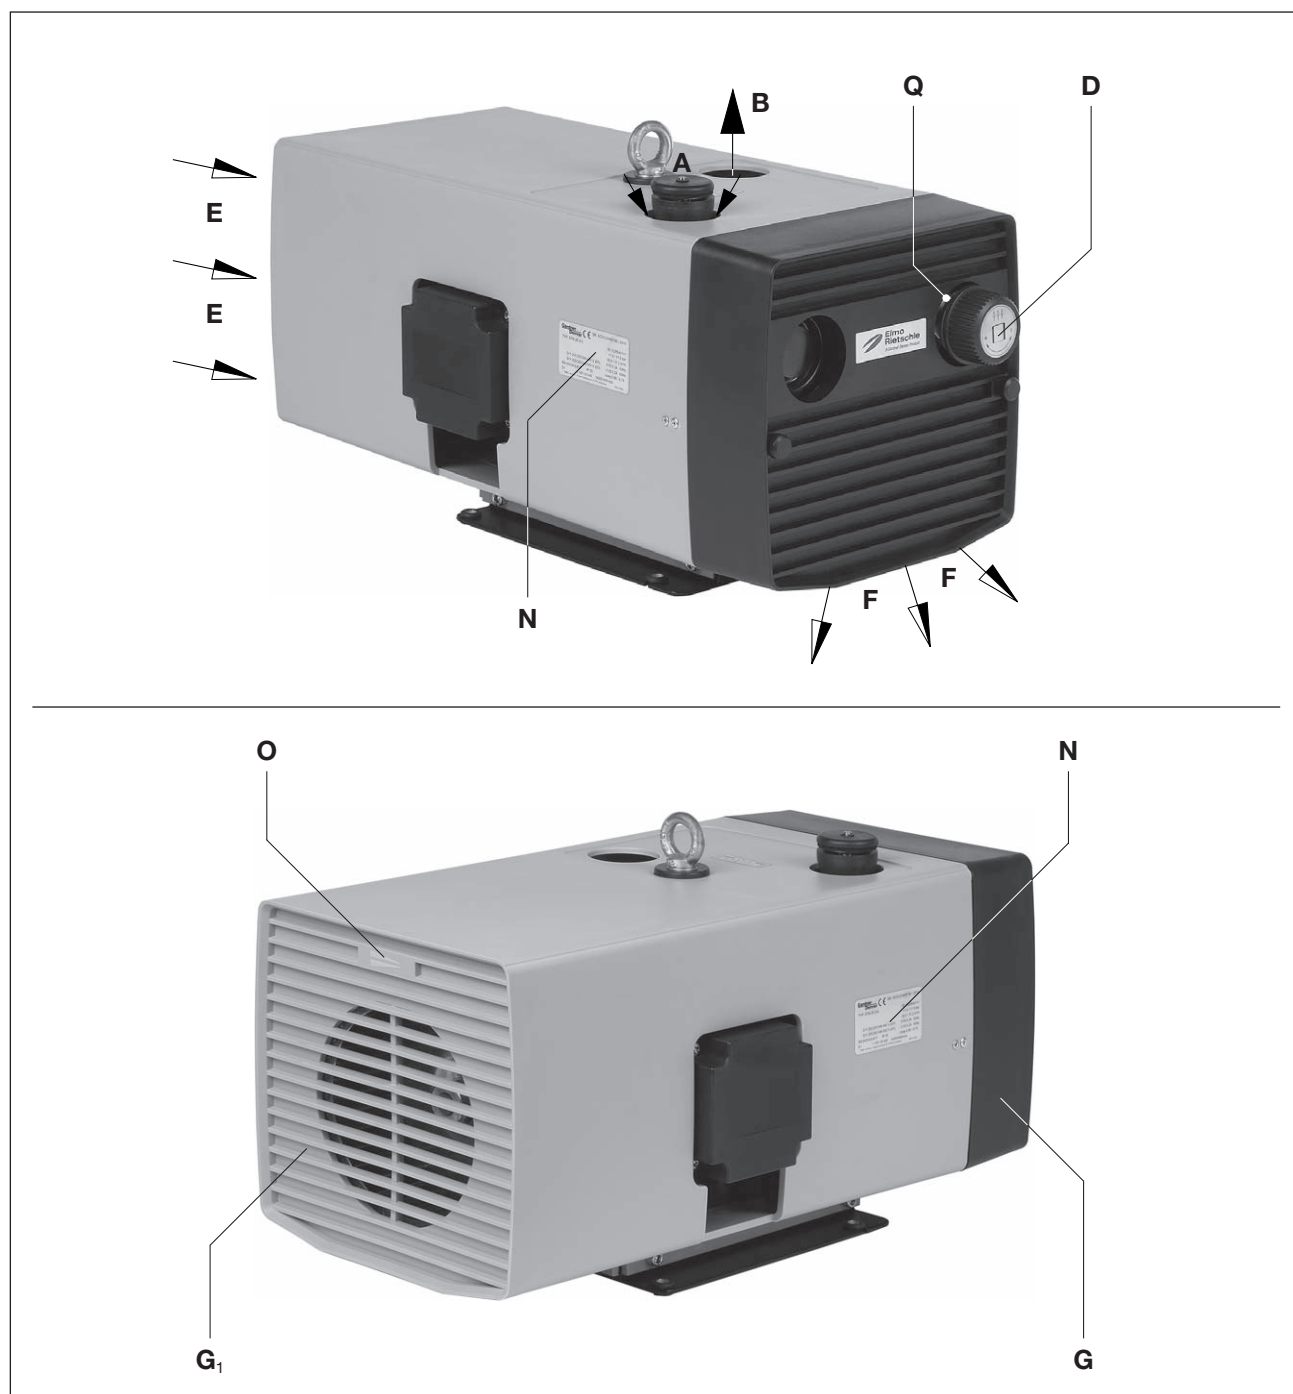

Рис. 2 Компрессор V-DTN
В моделях типоразмеров 16, 26 и 41 с более мощными двигателями сжатый воздух охлаждается при помощи охлаждающего сегмента. Двигатель и насос имеют общий вал. Клапан регулировки давления (рис. 2/D) позволяет устанавливать нужное давление, которое не должно превышать предельно допустимое значение.
Эти работающие всухую модели компрессоров с поворотной заслонкой от V-DTN 16 до V-DTN 41 предназначены для создания избыточного давления от 0 до указанного на заводской табличке (рис. 2/N) предельно допустимого значения (бар). Допускается работа в непрерывном режиме.
Для демонтажа продувочной (рис. 2/G) и заборной решетки (рис. 2/G1) требуется наличие свободного места для выполнения работ по техническому обслуживанию не менее 30 см. Кроме того, необходимо учитывать, что впускные отверстия для охлаждающего воздуха (рис. 2/E) должны находиться на расстоянии не менее 10 см от следующей стены (во избежание повторного всасывания выходящего охлаждающего воздуха).
а) Входное давление при (Рис. 2/В).
Необходимые диапазоны давления могут настраиваться с помощью регулирующего клапана (Рис. 2/D) в соответствии с установленной на ручке настройки символической табличке.
- a) Электрические параметры двигателя находятся на заводской табличке (Рис. 2/N) или на самом двигателе. Двигатели соответствуют DIN EN 60034 и выполнены по классу защиты IP 55 и классу изоляции F. Схема соответствующего подключения находится в клеммном ящике двигателя (выпадает при осуществлении штекерного соединения). Параметры двигателя должны сравниваться с параметрами имеющейся электросети (тип тока, напряжение, частота, допустимая сила тока).
- ▷ Предусмотренное направление вращения вала привода обозначается стрелкой (Рис. 2/0).